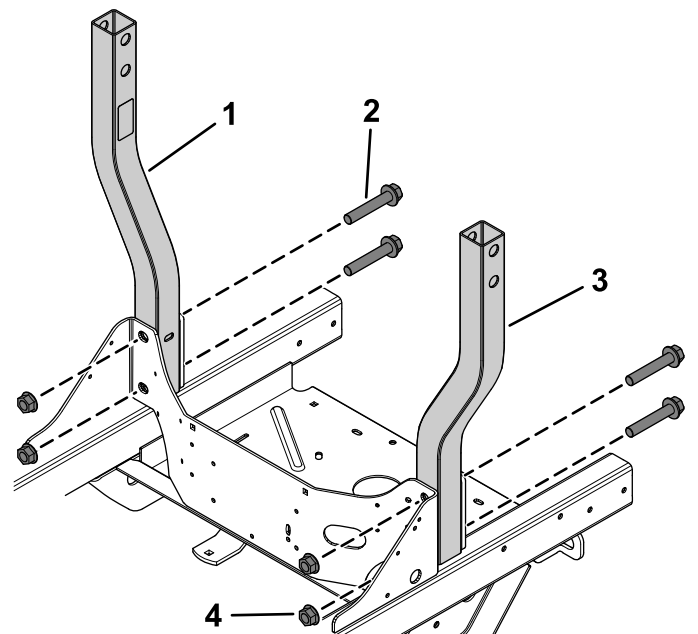

Bild 1
1. Befestigen Sie die unteren Überrollbügelbaugruppen locker mit zwei Bundkopfschrauben (⅝" x 3½") und zwei Sicherungsmuttern (⅝") auf jeder Seite am Mäher (**Bild 1**).